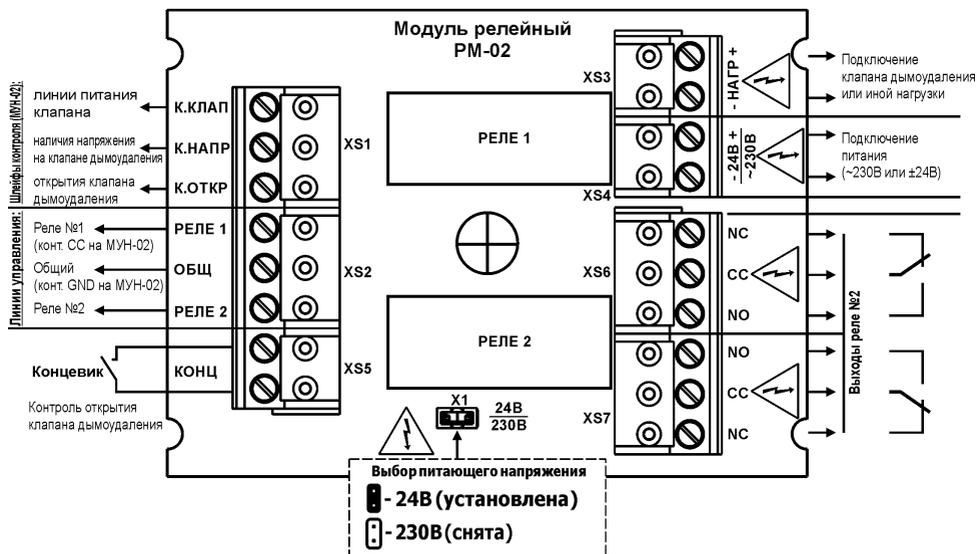

Рисунок 1 - Внешний вид платы РМ-02 и её схема подключений
➤ **Плата PM-02** (см. Рисунок 1) установлена внутри корпуса и предназначена для реализации основных функциональных возможностей модуля PM-02.
- разъём (клемная колодка) для подключения шлейфов контроля состояния клапана дымоудаления (см. Рисунок 1 и Таблицу 2);
- разъём (клемная колодка) для подключения линии управления и питания модуля (см. Рисунок 1 и Таблицу 2);
- разъём (клемная колодка) для подключения клапана дымоудаления или иной нагрузки (см. Рисунок 1 и Таблицу 2);
- разъём (клемная колодка) для подключения напряжения питания нагрузки - (см. Рисунок 1 и Таблицу 2);
- два разъёма (клеммные колодки) для подключения нагрузки (клеммы на реле №2) модуля (см. Рисунок 1 и Таблицу 2);
- переключатель выбора питающего напряжения нагрузки - (см. Рисунок 1 и Таблица 3).
Все входные и выходные цепи подключаются к модулю в соответствии со схемой подключения (Рисунок 1) с помощью клеммных колодок, расположенных на плате PM-02.
Подключить провода к соответствующим клеммам на плате модуля PM-02 (Рисунок 1).
В зависимости от значения питающего напряжения нагрузки установить/снять перемычку X1 (см. Рисунок 1 и Таблица 3).